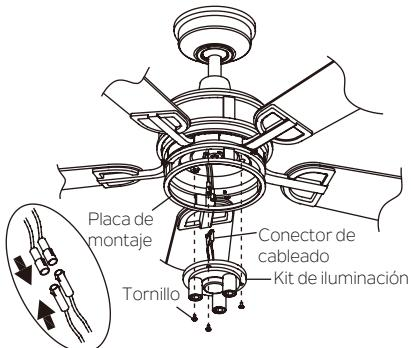

Fig. 22
**Paso 1.** Retirar los 3 tornillos preinstalados de la placa de montaje como se muestra. Luego guárdelos para reutilizarlos en el paso 3. (Fig. 22)
**Paso 2.** Mantener el kit de iluminación cerca de la placa de montaje y conecte los cables BLANCOS de la placa de montaje y el ventilador presionando los conectores. Luego debe continuar con el mismo procedimiento con los cables NEGROS. (Fig. 22)
**Paso 3.** Meter las conexiones perfectamente en el kit de iluminación. Luego alinear los agujeros para tornillos en el kit de iluminación y la placa de montaje. Apretar con seguridad los 3 tornillos que retiró anteriormente. (Fig. 22).